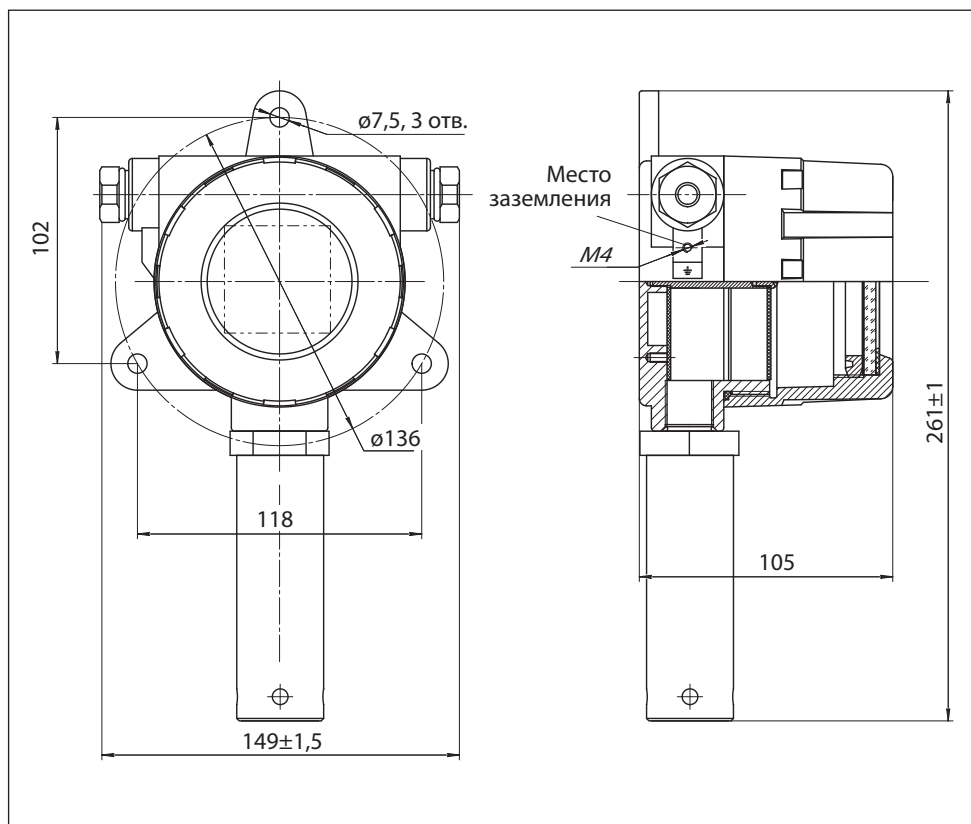
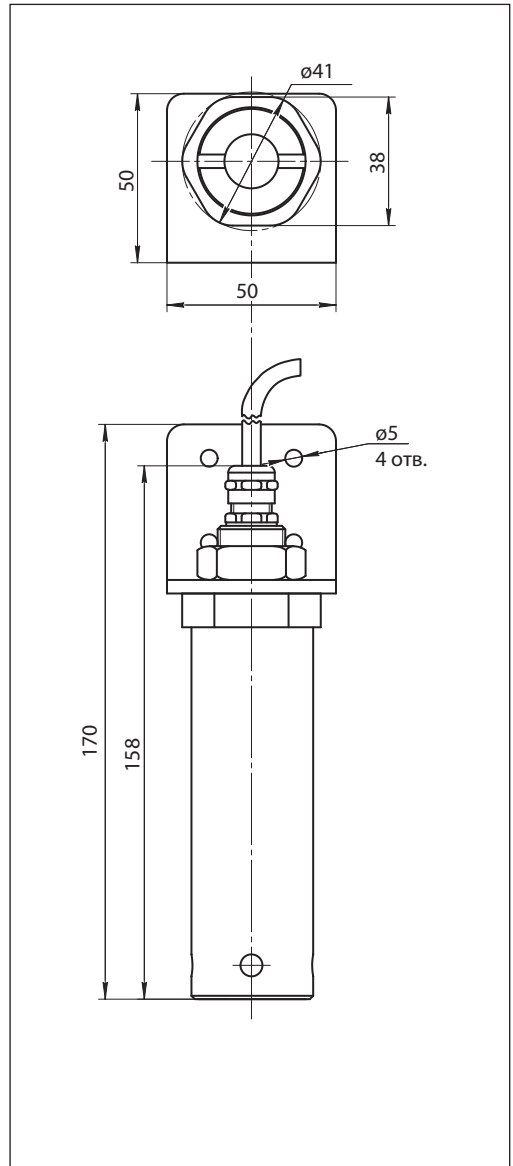

Рис.8. Габаритный чертеж "Сенсон-СВ-5021"
Рис.9. Габаритный чертеж выносного измерительного модуля
Газоанализатор необходимо располагать так, чтобы интерфейсный модуль с ИСМ был направлен вертикально вниз (рис.8). Это препятствует попаданию влаги, пыли и посторонних предметов на фильтр газоанализатора. Наиболее простой способ монтажа – крепление к стене с помощью отверстий на фланце прибора, согласно рис.8 и 9. Выносной интерфейсный модуль крепится на кронштейне и также располагается вертикально, крышкой вниз (рис.9).
15. Подключите провод заземления к корпусу ГС, согласно рис.8.